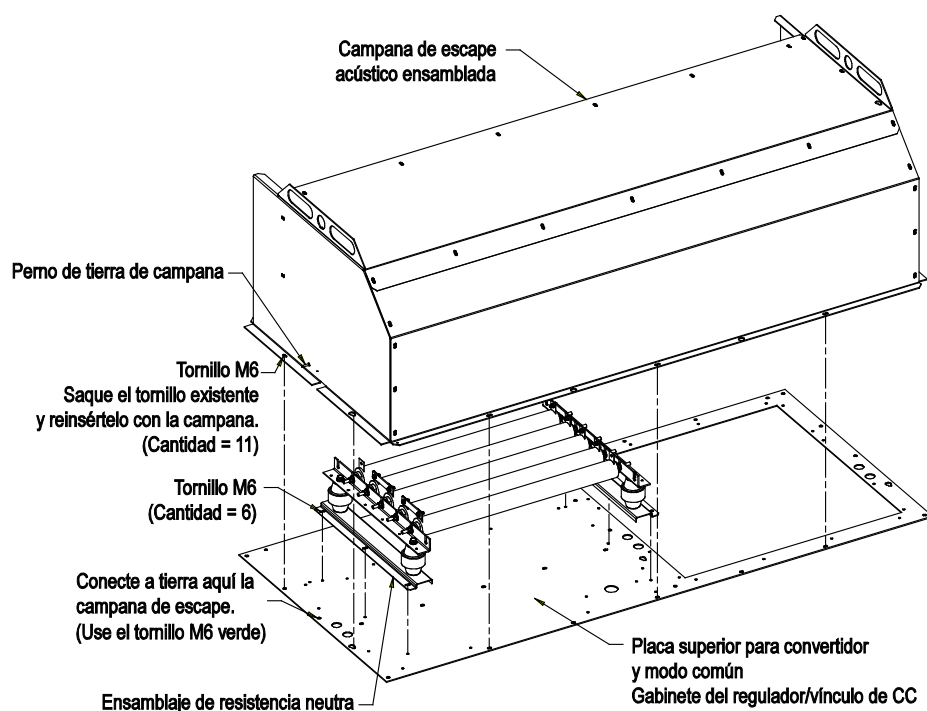

Figura 2.7 – Ensamblaje de la campana acústica para resistencia neutra
1. Ubique el ensamble de la resistencia ubicado en la parte superior del gabinete como se muestra en la Figura 2.6. (Para ensamble de campana acústica, consulte la Figura 2.7.)